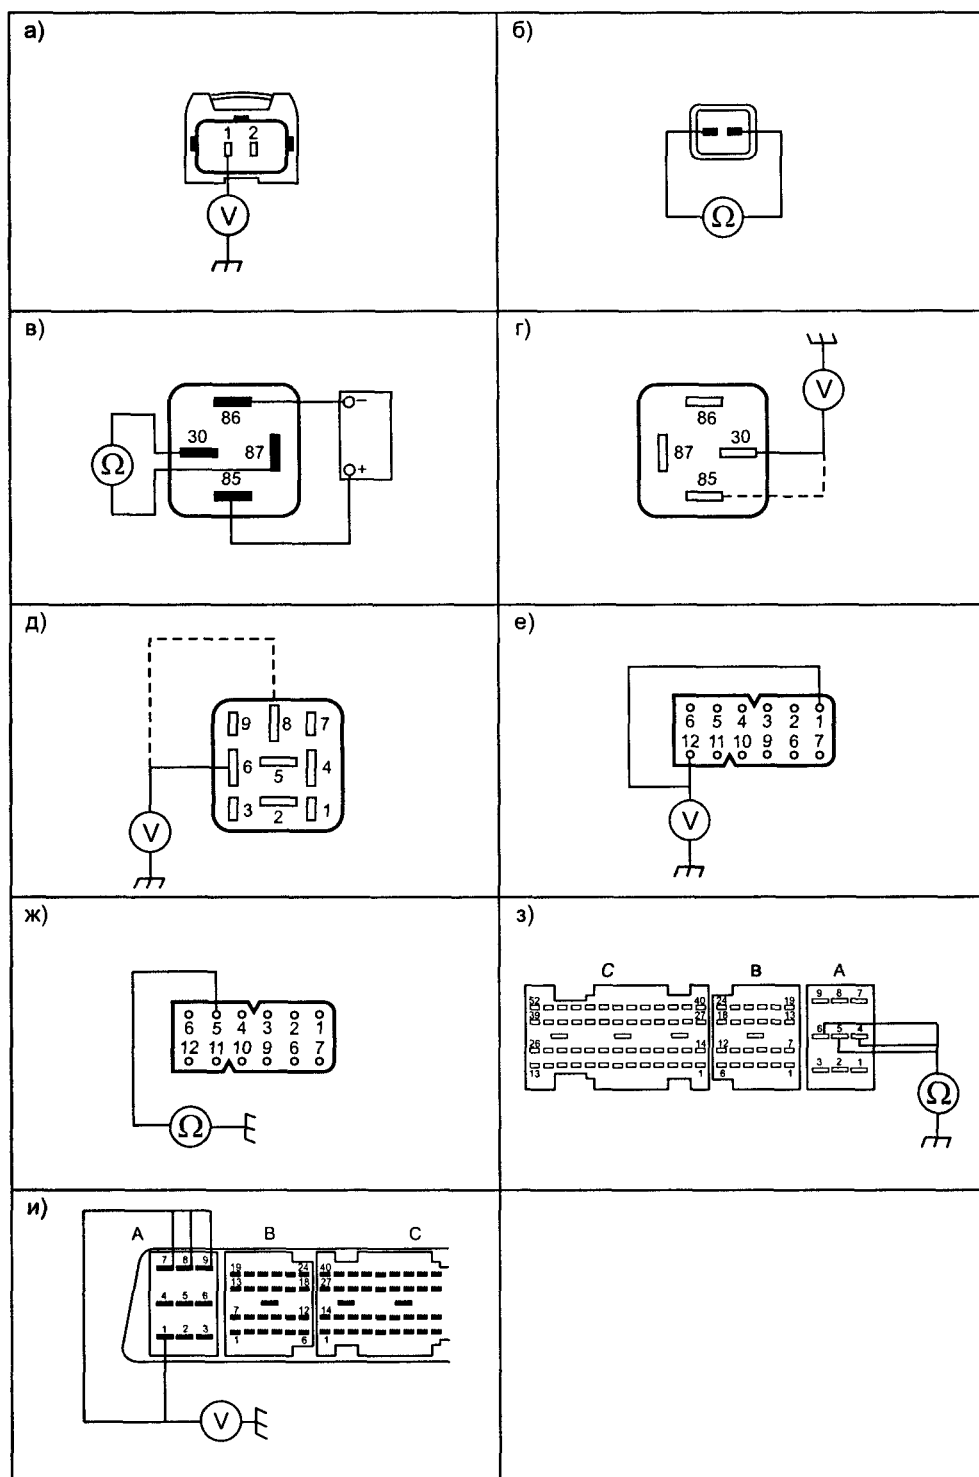

Рис. 1.6.9. Контроль выпуска ОГ и система обеспечения ЭСУД
- отключают разъем клапана EGR и, при включенном зажигании, проверяют наличие 12 В на контакте 1 разъема жгута (см. рис. 1.6.9а). Если питание не поступает, проверяют предохранитель F13, реле K46, замок зажигания и соответствующие соединения;
- проверяют сопротивление обмотки соленоида EGR клапана, контакты 1 и 2 разъема клапана, его величина должна быть около 16 Ом (см. рис. 1.6.9б);
- извлекают главное реле питания ЭСУД K46 из разъема, собирают диагностическую схему (см. рис. 1.6.9в) и проверяют его срабатывание — контакты 87 и 30 должны замкнуться при подключении питания к контактам 85, 86;
- проверяют постоянное присутствие напряжения 12 В на контактах 30 и 85 колодки главного реле питания ЭСУД (см. рис. 1.6.9г), если питания нет, проверяют замок зажигания и соответствующие соединения;
- извлекают реле FTP K20 из разъема, собирают диагностическую схему (см. рис. 1.6.9в) и проверяют его срабатывание — контакты 87 и 30 должны замкнуться при подаче питания на контакты 85, 86;
- проверяют постоянное присутствие напряжения 12 В на контактах 6 и 8 реле FTP (см. рис. 1.6.9д), если питания нет, проверяют предохранитель F20, IFS выключатель, замок зажигания и соответствующие соединения;
- извлекают блок управления свечами накаливания из разъема и проверяют наличие «земли» на контакте 5 (см. рис. 1.6.9ж). На контакте 1 всегда должно быть 12 В, а на контакте 12 — только при включении зажигания (см. рис. 1.6.9е). Если питания нет, проверяют предохранители F6, F13, реле K46, замок зажигания и соответствующие соединения.
- наличие постоянной «земли» на контактах разъема жгута ЕСМ A4, A5 и A6 (см. рис. 1.6.9з);
- наличие питания на контактах разъема жгута ЕСМ A1, A7, A8 (12 В при включенном зажигании) и A9 (12 В при выключенном зажигании и 0 В при включенном зажигании). Если питания нет, проверяют предохранители F14, F34, реле K46, замок зажигания и соответствующие соединения (см. рис. 1.6.9и).